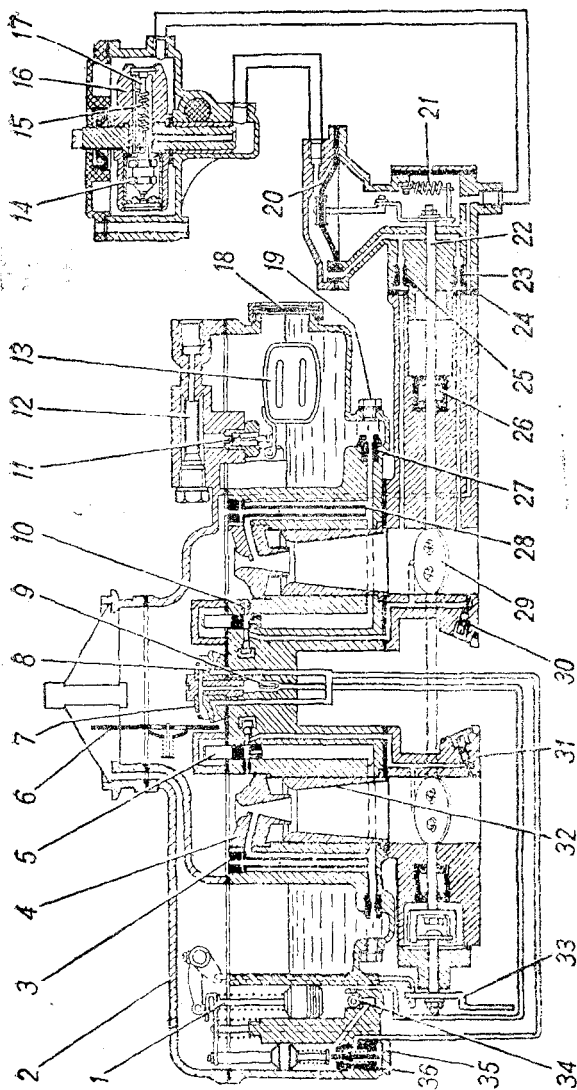

Рис. 20. Схема карбюратора К-135 и датчика ограничителя частоты вращения:
**Карбюратор К-135** (рис. 20) — двухкамерный, с падающим потоком смеси и балансированной поплавковой камерой. Каждая камера карбюратора действует независимо от другой на четыре цилиндра. Правая камера карбюратора питает правый ряд цилиндров, а левая камера — левый ряд.